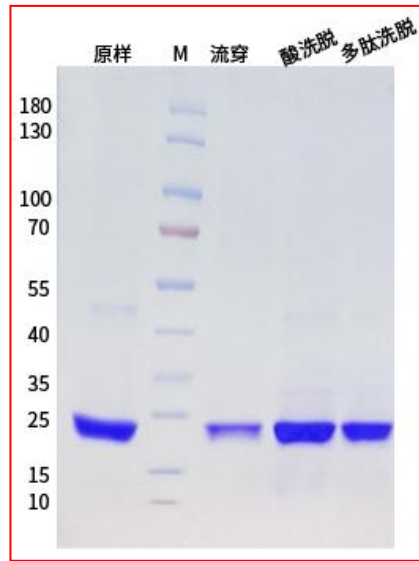

图 2. Magneti-Q Anti-DYKDDDDK Beads 纯化分泌蛋白的 SDS-PAGE 电泳图
- e. 对洗脱产物进行 SDS-PAGE 电泳，结果请见图 2。